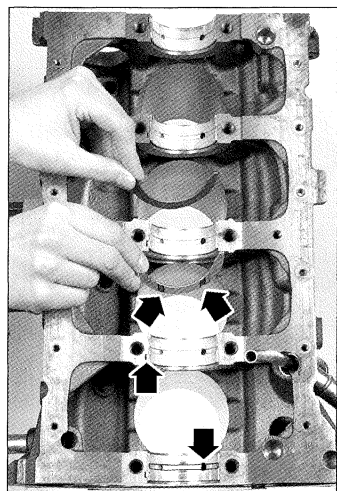

FIG. 44
- Montar los cojinetes ranurados y taladrados en el bloque motor y en la tapa de apoyo n°1. La pestaña y el taladro de lubricación deben estar posicionados con el hueco y el taladro realizados en cada superficie de apoyo (**fig. 44**).